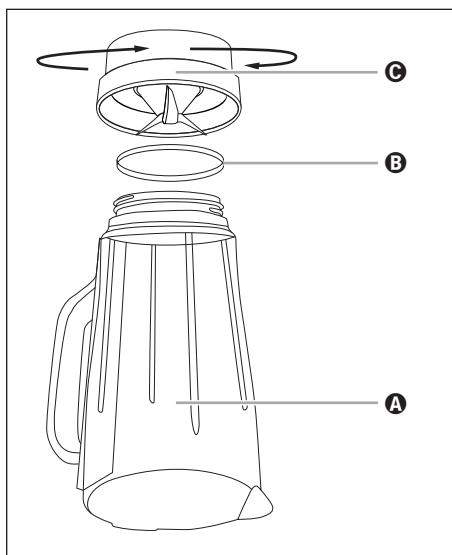

Fig. 4
- 2) Renversez l'appareil et tournez la pièce en plastique **C** du bol mixeur **③** dans le sens anti-horaire afin qu'elle se détache de la pièce en verre **A** du bol mixeur **③** (voir fig. 4).
- 6) Le cas échéant, remettez la bague d'étanchéité **B** correctement en place dans la pièce en plastique **C**. Remettez ensuite la pièce en plastique **C** du bol mixeur **③** sur la pièce en verre **A** du bol mixeur **③** et tournez la pièce en plastique **C** à fond dans le sens horaire.